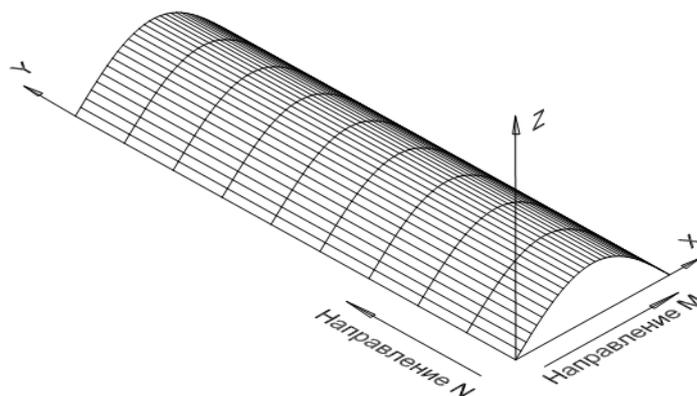

Рисунок 11.1
13.3 Результаты моделирования оболочки (рисунок 11.1), заданной уравнением  $Z = \sin(x)$ .